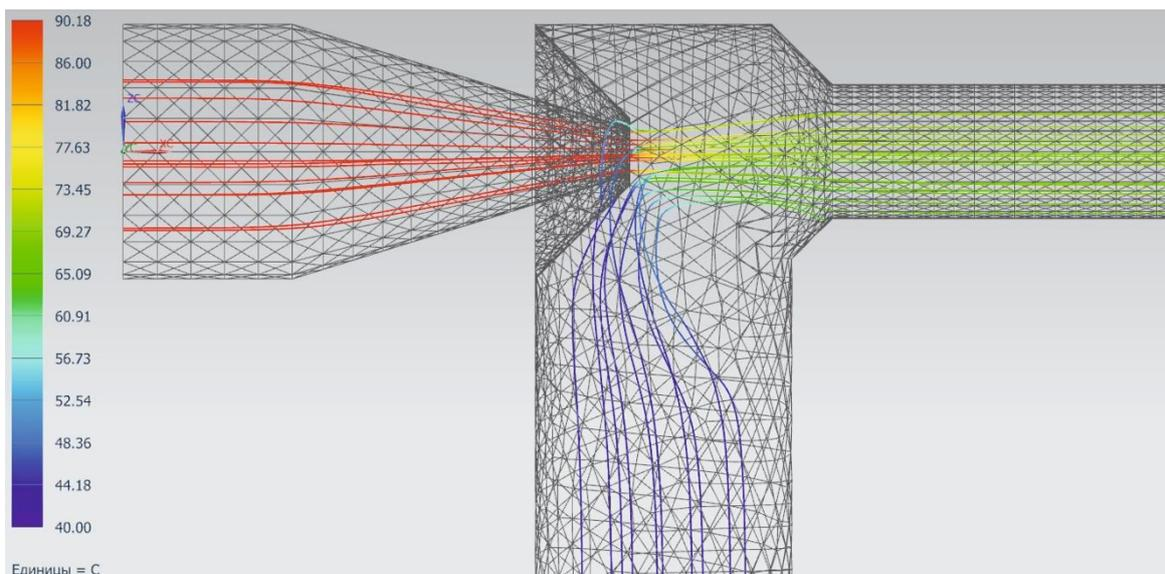

Рис. 5.6. Линии потока в цветовой палитре температуры
13. Для отображения линий потока в эжекторе сделайте двойной щелчок на пункте «**Скорость**» окна «**Навигатор постпроцессора**». В окне «**Вид постпроцессора**» установите пункт «**Показать на**» в режим «**Объем**» и нажмите кнопку «**Применить**». Установите тип «**Линии потока**» и нажмите кнопку «**Опции**». В окне «**Параметры линий потока**» нажмите кнопку «**Создать**». В окне «**Базовый набор**» создайте набор линий потока нажатием левой кнопки мыши на поверхностях входа и выхода потоков. Нажмите «**Ок**». Закройте окно «**Параметры линий потока**» нажатием «**Ок**». Линии потока отображены в цветовой палитре скорости потока. В окне «**Вид постпроцессора**» нажмите кнопку «**Результат...**». В окне «**Отрисовка линий потока**» установите в верхнем выпадающем списке «**Температура потока – По элементам/узлам**» и нажмите кнопку «**Ок**». Линии потока отображены в цветовой палитре температуры потока. (рис. 5.6)